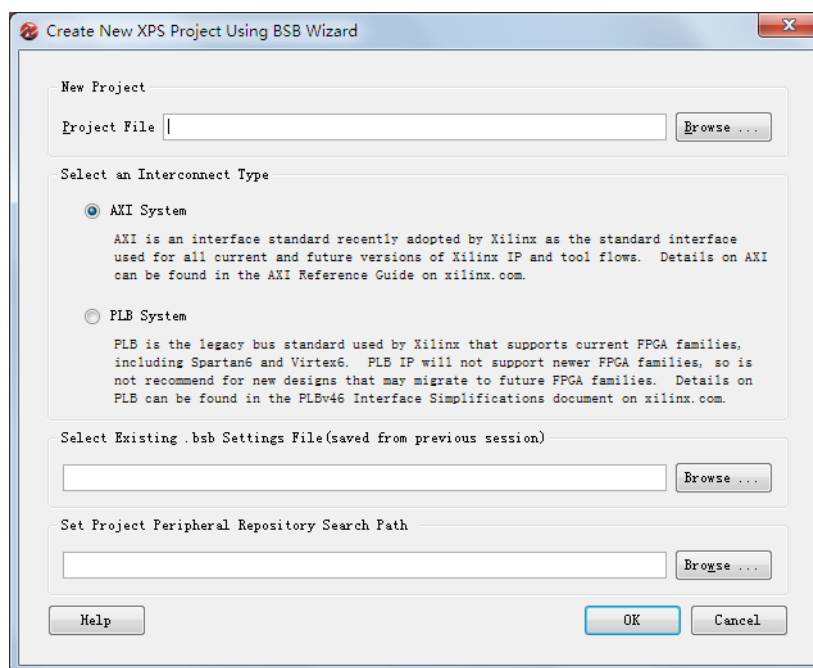

图 3：新工程建立向导
- 1-1-3. 如图 3，在新工程建立向导对话框的 **Project File** 栏选择工程建立后存放的路径，笔者自定义的路径是 I:\labz\wendu，大家可以建立任意路径，只要路径名称不包含中文及空格即可。建立的工程的名我们使用 wendu。点击 **OK**。